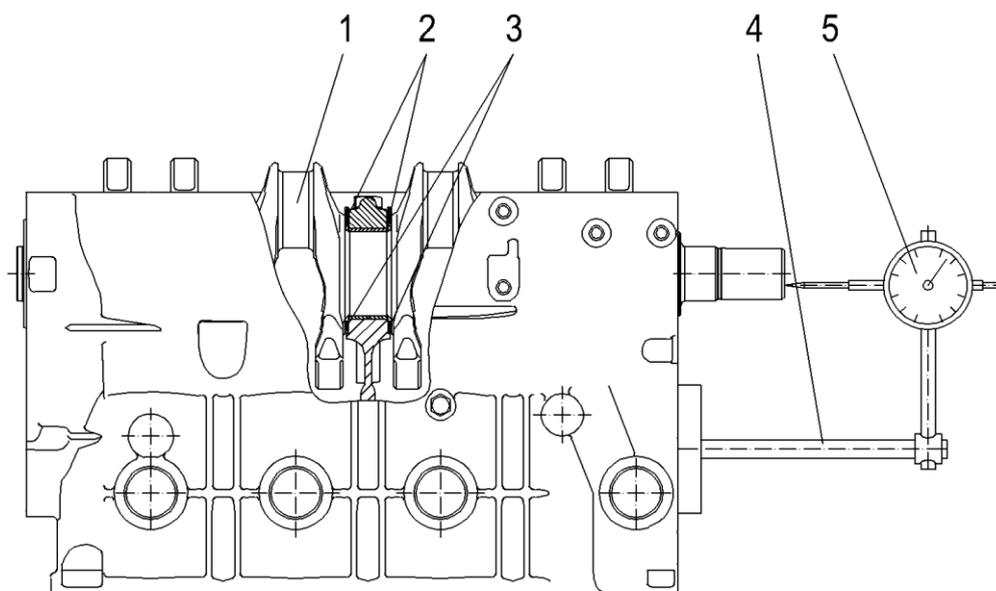

Рис.107. Проверка осевого зазора коленчатого вала:
**5.** Проверить величину осевого зазора коленчатого вала (рис.107), который должен быть не более 0,36 мм. Для неизношенных коленчатого вала и полушайб упорного подшипника зазор составляет 0,06...0,27 мм. При превышении осевого зазора максимально допустимой величины заменить упорные полушайбы на новые или ремонтные, увеличенной на 0,13 мм толщины, и вновь замерить величину осевого зазора. Если при замере он окажется более 0,36 мм, заменить коленчатый вал.